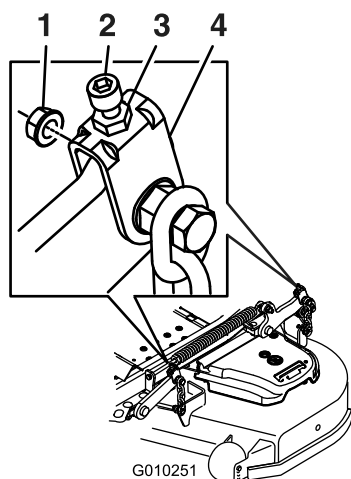

**Figure 89**
9. De chaque côté du tablier de coupe, mesurez la distance entre la surface plane et la pointe avant de la lame (position A). On doit obtenir un écart de 7.6 cm (3 po) (Figure 89).
15. De chaque côté du tablier de coupe, mesurez la distance entre la surface plane et la pointe arrière de la lame (position B). On doit obtenir un écart de 8.3 cm (3 1/4 po) (Figure 89).